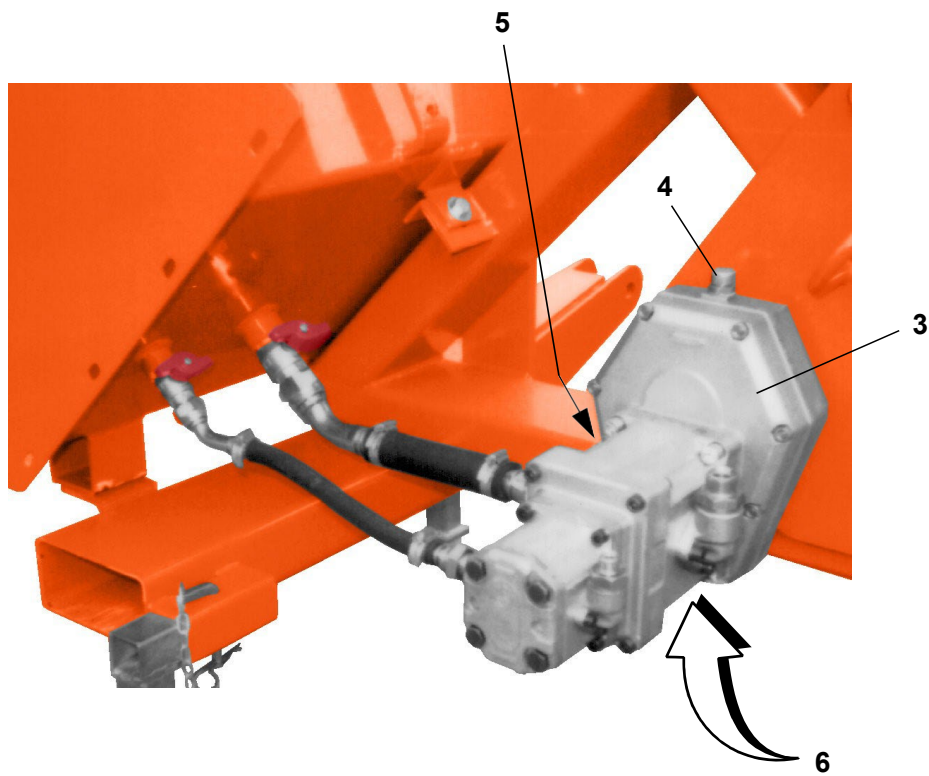

Fig. 8-6 Kuggväxel
- Kontrollera oljenivån i kuggväxeln **1** (fig. 8-6) vid synglaset **3** och fyll vid behov på olja genom att ta bort pluggen **2**. Använd endast olja **EP/80W140 (ZF TE ML 05A)** eller motsvarande. Oljan måste täcka synglaset **3**.
- Lossa avtappningspluggen **6** (fig. 8-6) och tappa av oljan helt.